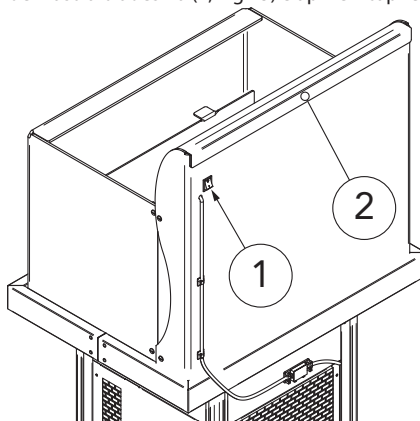

Fig.15
- Spegnerne l'interruttore (1, Fig 15) del pannello retroilluminato e staccare con delicatezza il coperchio superiore dal lato del nastro biadesivo (2, Fig 15) e aprire il top retroilluminato;